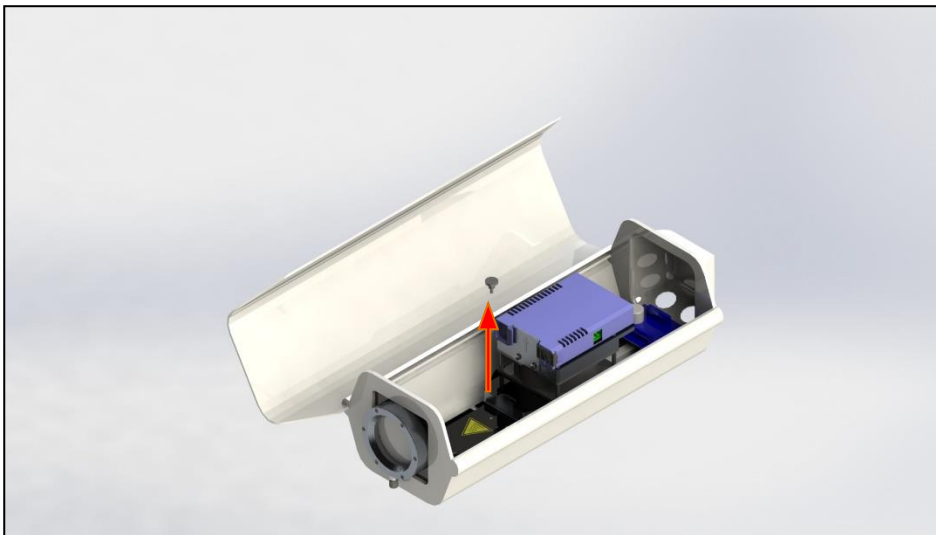

Abbildung 10: Lösen der Rändelschraube vom Befestigungsblech
Schritt 1: Lösen Sie die Rändelschraube vom Befestigungsblech (**Abbildung 10**).